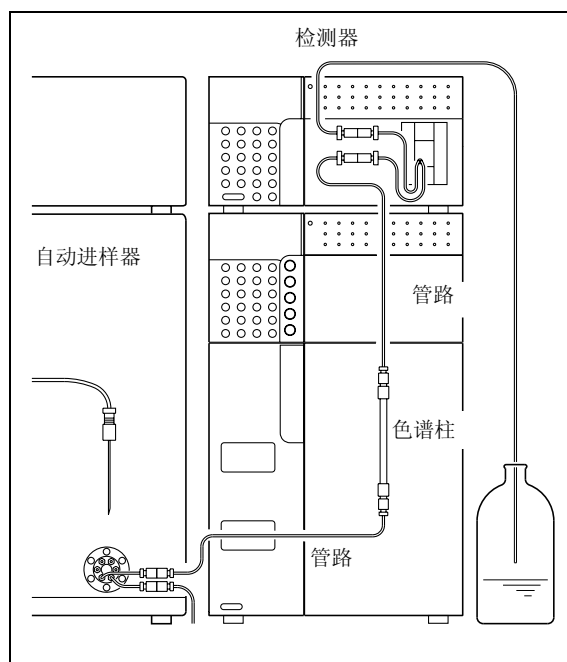

图 7.3
- 4 清洗完成后，将流动相（水与甲醇的混合剂 (3/2, (v/v)) 注入贮液瓶，然后将色谱柱重新连接到 LC 系统（"图 7.3"）。